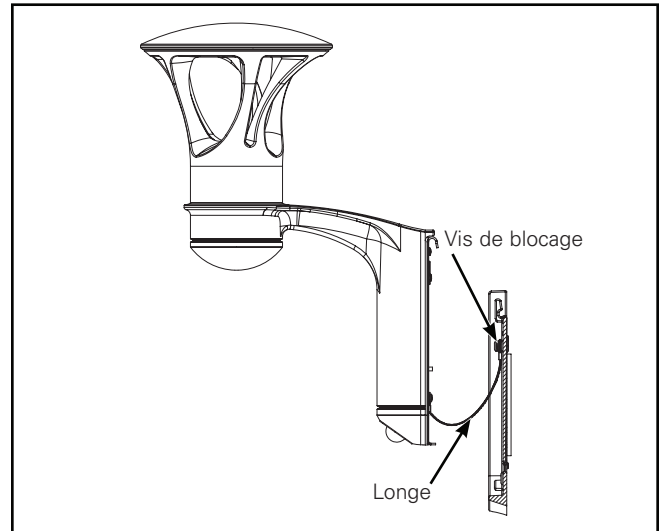

Figure 3
- Sortez le luminaire de son emballage et attachez la longe au-dessus de la rondelle d'alignement sur la plaque de fixation. Laissez pendre le luminaire en vous assurant de ne pas égratigner ou d'endommager la peinture. (Figure 3).